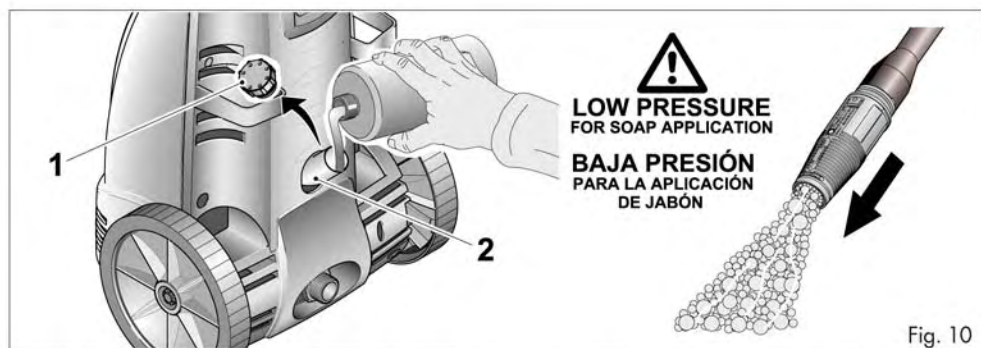

Fig. 10
- 1 Remove the tank cap (1) present on the back of the machine (Fig. 10)
- 2 Fill the reservoir (2) with suitable cleaning solution.
- 1 Retire el tapón del estanque (1) que se encuentra en la parte trasera de la máquina (Fig. 10)
- 2 Rellene el estanque (2) con detergente específico